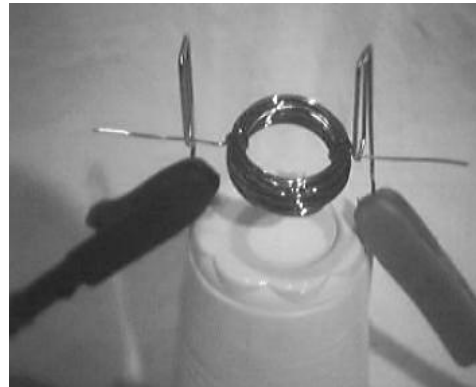

Abb.8: Angeschlossener Elektromotor
- Anschließend werden die beiden Büroklammern an ein Netzgerät (beziehungsweise eine Batterie) angeschlossen (Abb.8). Magnet dabei halten und die Spule anstoßen ...